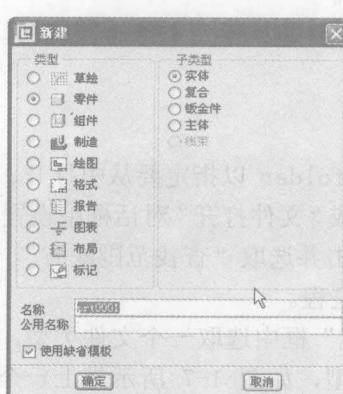

图 1-4 “新建”对话框
(1) 单击“新建”命令按钮，或单击“文件”→“新建”命令，打开如图 1-4 所示的“新建”对话框。
(2) 在这个对话框中列出了可以建立的新文件的类型。选取要创建的文件类型。如果“子类型”可用，它们也均会列出。